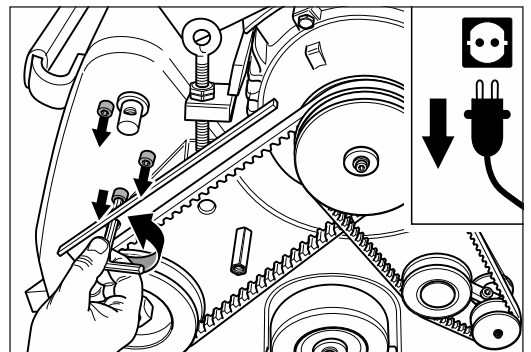

Abb. 42 Mit einer Hand das Aggregat festhalten und gleichzeitig die drei Befestigungsschrauben des Aggregats entfernen. Abbildung ähnlich.
- 8 Halten Sie mit einer Hand das Aggregat fest und entfernen Sie **gleichzeitig** mit der anderen Hand die drei Befestigungsschrauben des Aggregats (Innensechskantschlüssel SW 6; Abb. 42). So kann das Aggregat nicht auf die Schleifwalze fallen.